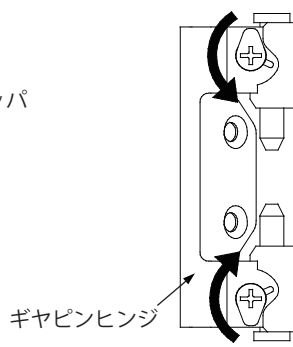

図 2 蝶番ピンの外し方
(2) 扉の開角度を約 90°に保ち、ギャビンヒンジのねじ部を矢印の方向にドライバーで回し、蝶番ピンのはめ合いを外します。(図 2)